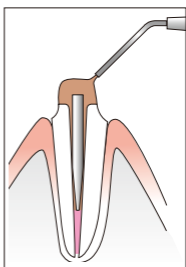

図11
- ① 練和したユニフィルコアコンポジットレジンを、CRシリンジなどを用いてファイバーポストの周囲に盛り上げていきます図11。